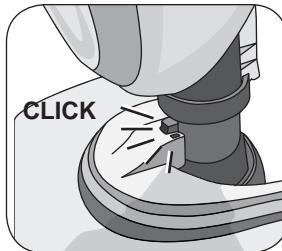
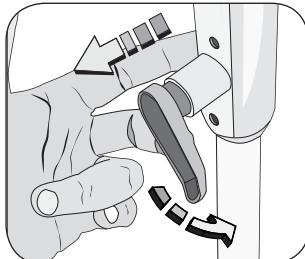
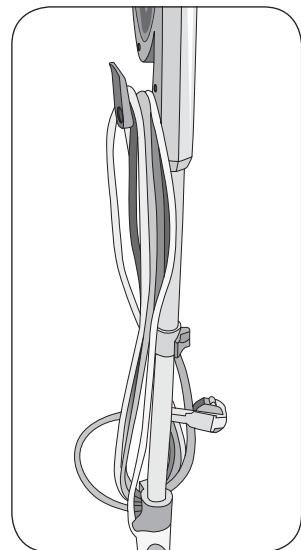

Fig. 10
Fig. 11
Fig. 12
Remova o pano. Incline o aparelho para frente até fechar a articulação na cabeça do vapor. Para inserir corretamente deve-se ouvir um “click” (Fig 10). Extrair e girar o gancho para enrolar o cabo (L) (Fig 11). O gancho (I) é fixo. Enrole o cabo de alimentação nos dois ganchos (Fig 12). Deixe o aparelho em repouso, na posição vertical.
Para que o aparelho fique estável na posição vertical deve-se travar a articulação da cabeça de vapor (Fig 10).